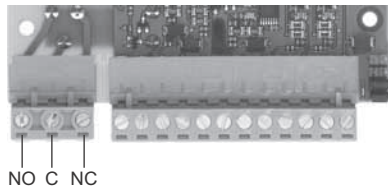

Abb. 2 Relaisausgang
Das Relais vom IO-Modul kann wahlweise als Schließer (NO) oder Öffner (NC) verwendet werden. Den Anschluss an das Relais zeigen die Abb. 2 und der Abschnitt 6. *Übersicht über die Ein- und Ausgänge.*